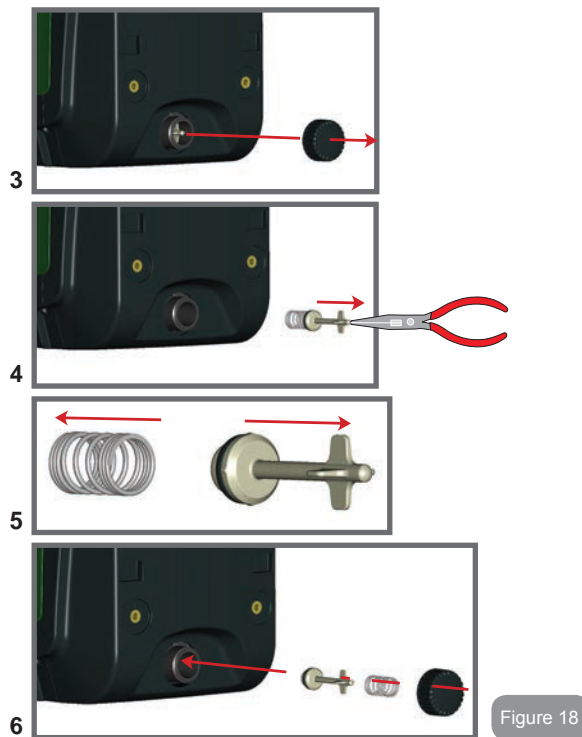

Figure 18
3. retirer le bouchon d'écoulement en veillant à ne pas faire tomber le joint torique (Fig.18) ;